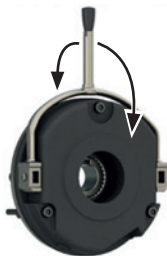

Figura 9 - Sentido de operação da alavanca
- Puxar a alavanca (Figura 9) até liberar o eixo;